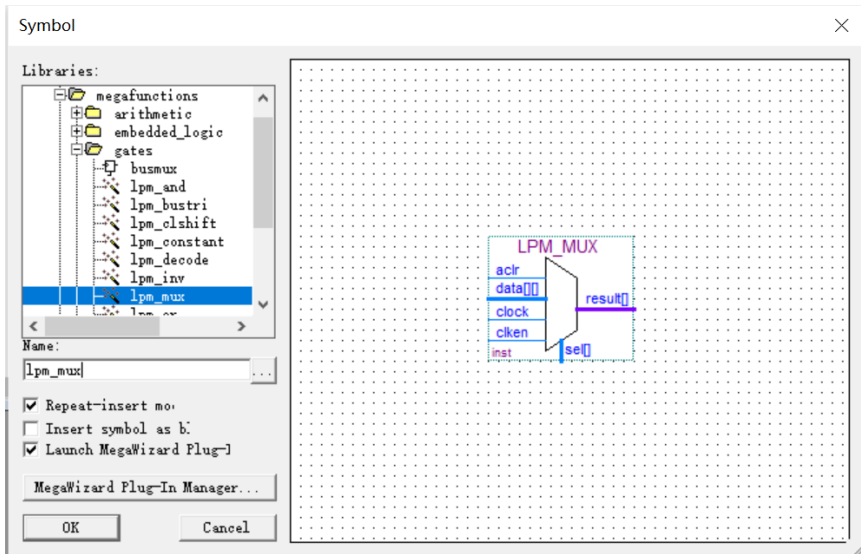
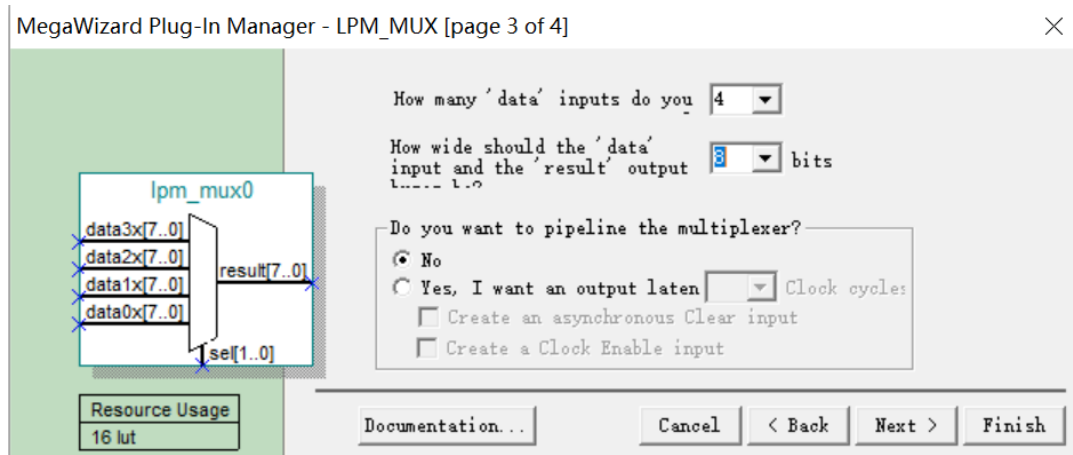

图 4-4
图 4-5
4、在 BUS.bdf 文件中插入多路开关 lpm_mux0 元件，点击工具栏上的按钮，进入元件库，在 Name 中输入 lpm_mux，如图 4-4 所示，点击 OK，然后完成如图 4-5 所示向导页的设置，其他默认即可。